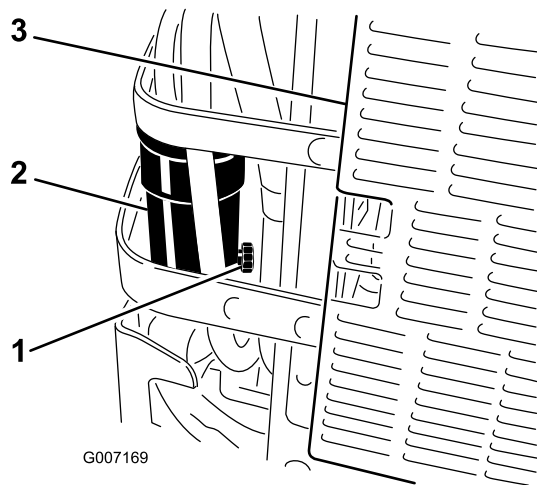

Figure 65
6. Desserrez le robinet de vidange du séparateur d'eau d'un tour environ pour vidanger l'eau et autres contaminants (Figure 65).
7. Fermez le robinet de vidange lorsque seul du gazole s'écoule (Figure 65).